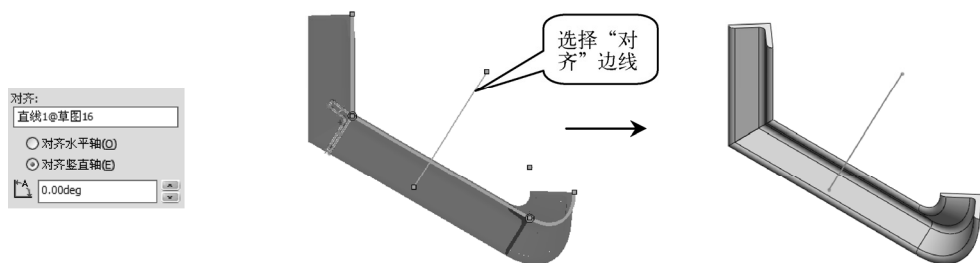

图 6-102 “镜像轮廓” 复选框的作用
- “对齐” 选择列表框：通过此列表框可令截面轮廓的水平轴或垂直轴与所选定的参考轴对齐，如图 6-102 所示（通过下面的“旋转角度”文本框则可以具体定义轮廓与参考轴的夹角大小）。